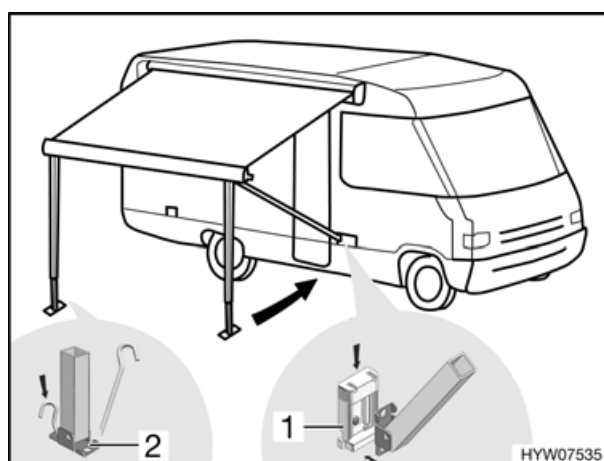

Fig. 18 Fissaggio dei montanti di supporto
- Incastrare i montanti di supporto nei supporti (Fig. 18,1) sull'autocaravan oppure fissarli sul terreno con dei puntelli (Fig. 18,2).